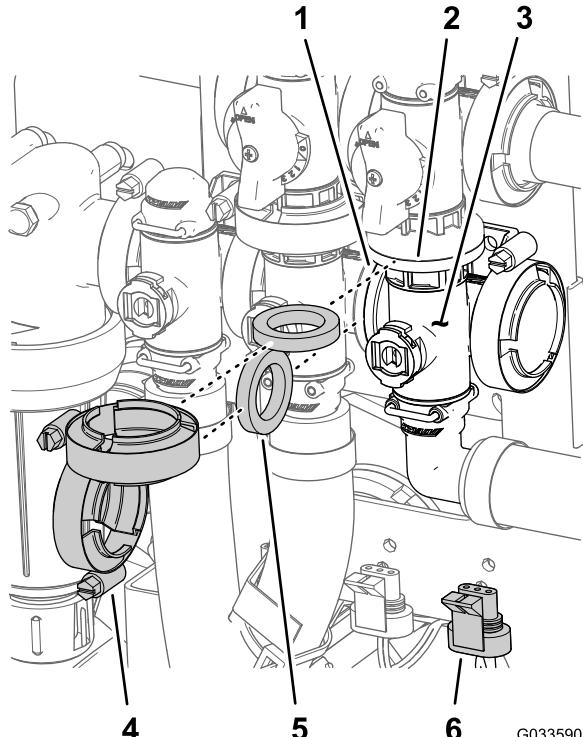

Figura 129
1. Allineate la flangia del collettore della valvola principale delle barre, una guarnizione e la flangia della valvola di bypass principale della barra (Figura 129).
2. Montate il collettore della valvola principale delle barre, la guarnizione e la valvola di bypass principale della barra con un morsetto flangiato serrato manualmente (Figura 129).
3. Allineate la flangia del collettore della valvola principale delle barre, una guarnizione e il collettore della valvola dell'agitatore (Figura 129).
4. Montate il collettore della valvola principale delle barre, la guarnizione e il collettore della valvola dell'agitatore con un morsetto flangiato e serrate manualmente (Figura 129).
- Montate la valvola dell'agitatore sul supporto della valvola con il bullone a testa flangiata e il dado bloccaggio flangiato (Figura 129) rimossi al passaggio 3 di Rimozione della valvola del collettore principale delle barre \(pagina 86\) e serrate il dado e il bullone a 10–12 N·m.